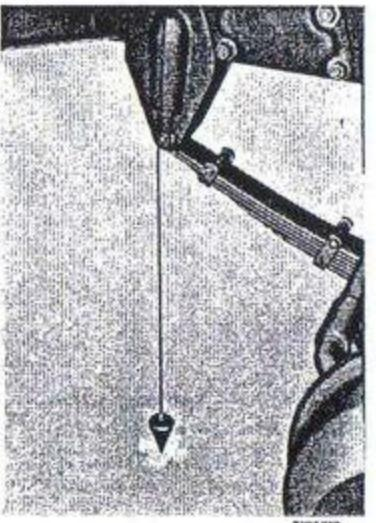

Bild 140. Överföring av måtpunkter.
2. Häng ett spetsigt lod över centrum på en av fjäderbultarna enligt bild 140. Gör ett kraftigt märke med kruta på golvet och rita ett kryss med blyerts eller ritspets i detta märke, mitt under lodets spets. Upprepa detta vid de övriga fjäderbultarna. Flytta undan bilen.